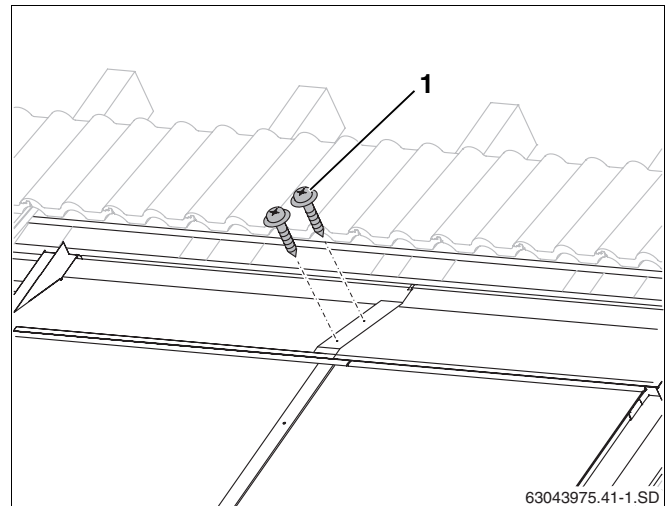

Fig. 59 Collegamento delle lamiere di copertura superiori con viti
- Fissare le parti sovrapposte delle lamiere, sempre con tre viti da lattoniere (fig. 59, **pos. 1**) da 25 mm, comprese nella fornitura.